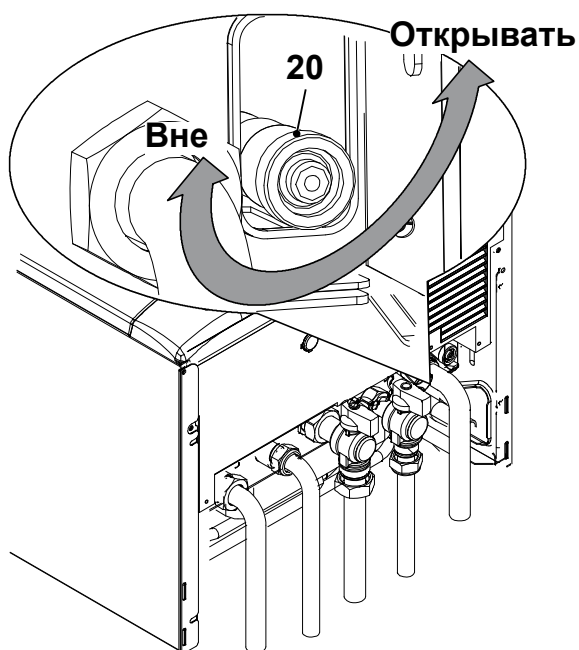

рис. 9.4
- Открутите кран опорожнения бойлера 20 указанный в рис. 9.4 .